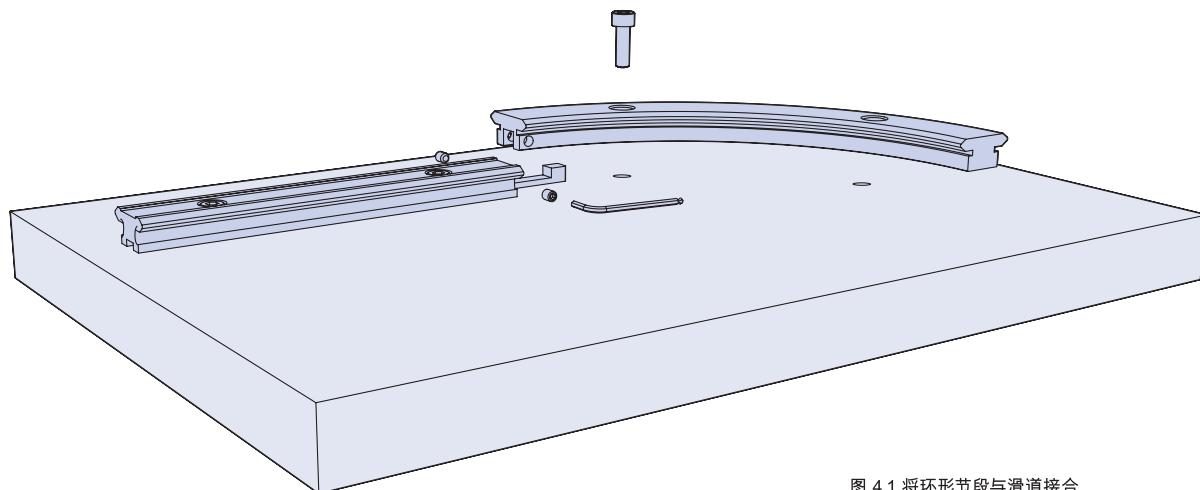

图 4.1 将环形节段与滑道接合
4.1 滑道固定后，可安装节段。调节键应插入滑道底部凹处，然后可将环形节段放置到位并轻微拧紧（图 4.1）。环形节段上的槽略微大些，以允许使用顶起螺丝调节节段。